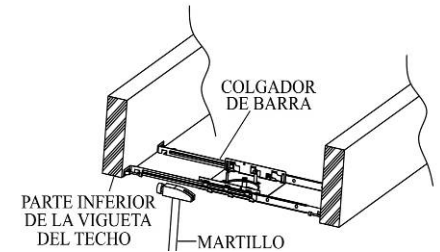

Figura 4
2. Instale el ADAPTADOR DE NUEVA CONSTRUCCIÓN (adquirido por separado) colocando los COLGADORES DE BARRA LKABH (adquirido por separado) entre las viguetas y elevación del techo en los remaches que se adjuntan para fijarlos en su lugar. (Figura 4 & 5)